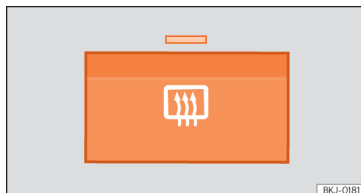

Fig. 146 À côté des commandes de climatisation : contacteur de dégivrage de lunette arrière.
- Appuyez sur le bouton de désembuage  »» **fig. 146**